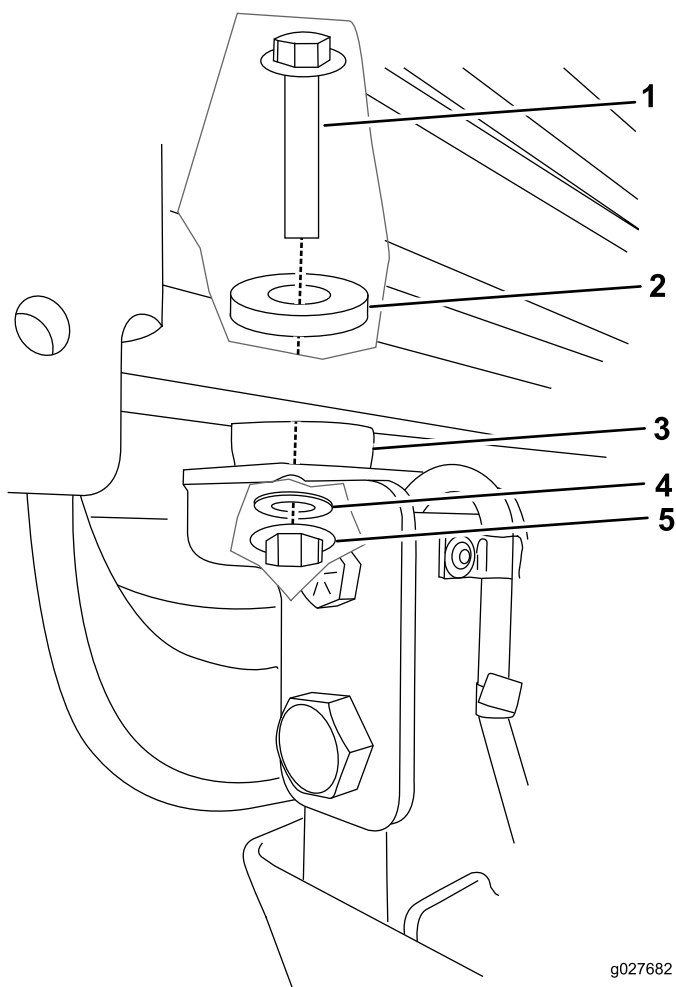

Figura 66
7. Su ciascun punto di montaggio fissate la cabina alla macchina con un bullone (1/2 x 3 poll.), una rondella in acciaio, una rondella in gomma e un dado (1/2 poll.) (Figura 66).